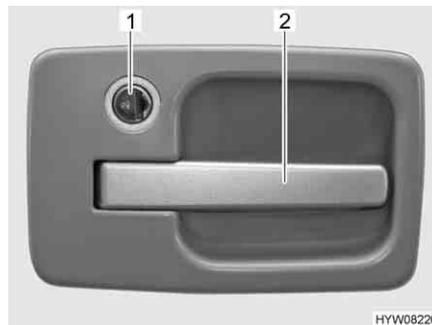

Fig. 24 Cerradura de la puerta, puerta de entrada, en el exterior
- Introducir la llave en el cilindro de cierre (Fig. 24,1) y girarla hasta que esté desbloqueada la cerradura de la puerta.
- Tirar del tirador de la puerta (Fig. 24,2). La puerta está abierta.
- Introducir la llave en el cilindro de cierre (Fig. 24,1) y girarla hasta que esté bloqueada la cerradura de la puerta.